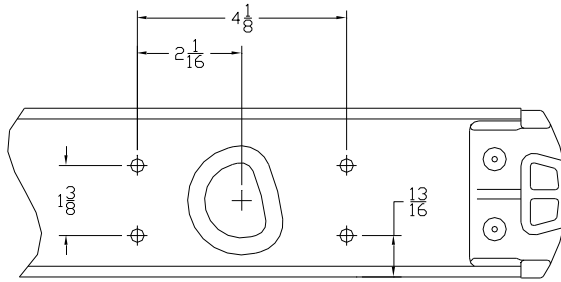

Fig. B2-1
1. To mount the COMBINATION POLE GRIP/CABLE HOOK KIT, you must first mark the hole locations on the fly section. Follow the instructions referring to **Fig. B2-1** or **B2-2**, according to your ladder type.
1. Para montar el KIT COMBINACIÓN DE SOPORTE RIGIDO Y GANCHOS P/CABLE, debe primero marcar la ubicación de los agujeros en la sección móvil. Siga las instrucciones haciendo referencia a la **Fig. B2-1** o **B2-2**, dependiendo de su tipo de escalera.